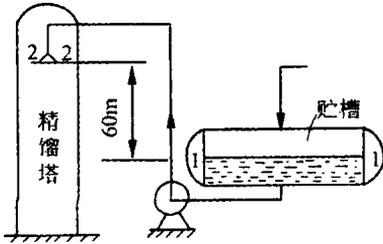

图 1-2
**例 1.1** 如图 1-2 所示在丙烯精馏塔的回流系统中,丙烯由贮槽回流入塔顶(贮槽液面恒定),精馏塔内操作压力为 1.50MPa(表压),槽内液面上方表压值为 2.01MPa。塔内丙烯出口管距贮槽内液面的高差为 60m,管子内径为 140mm,输送量为  $40 \times 10^3 \text{ kg/h}$ 。管路全部摩擦损失为 150J/kg,试核算将丙烯从贮槽送到精馏塔需要泵的扬程为多少?